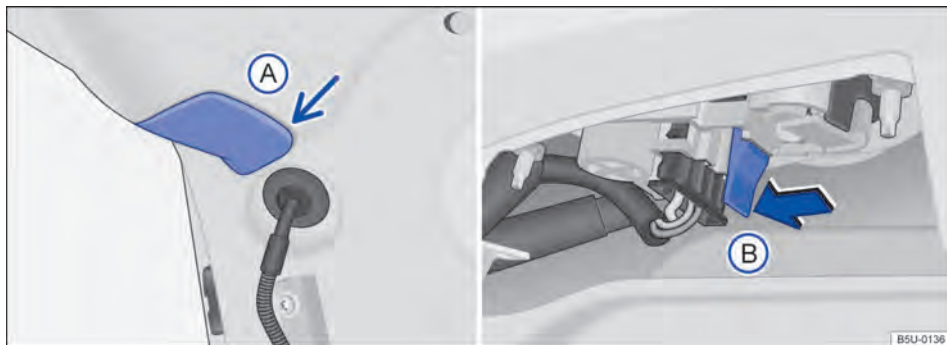

Fig. 111 Na tampa traseira: remover a cobertura e suporte das lâmpadas.
3. Com o auxílio de uma chave de fenda, remover cuidadosamente a cobertura  → Fig. 111 na tampa.
Para destravar o suporte das lâmpadas, pressionar a lingueta de travamento  → Fig. 111 e puxar o suporte das lâmpadas para fora.